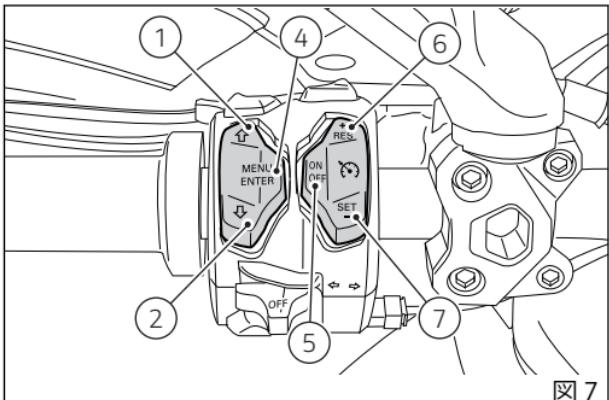

図 7
6) クルーズコントロールボタン - RES (レジューム) / + (増速) (図 7)
7) クルーズコントロールボタン - SET (設定) / + (減速) (図 7)